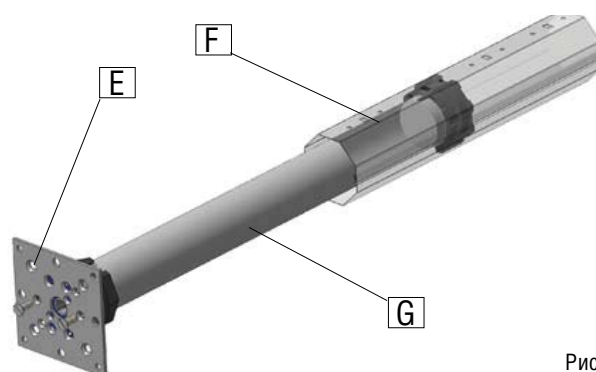

Рис.2
• Установите площадку привода (D) на крепеж и затем установите регулируемую капсулу на противоположном конце вала.
**ПРЕДУПРЕЖДЕНИЕ:** Длинные фиксирующие винты для крепления колец на валу могут достать до корпуса двигателя. Используйте короткие фиксирующие винты, не соприкасающиеся с корпусом привода внутри вала (Рис.2). Винты не должны заходить в вал не более чем на 4 мм.